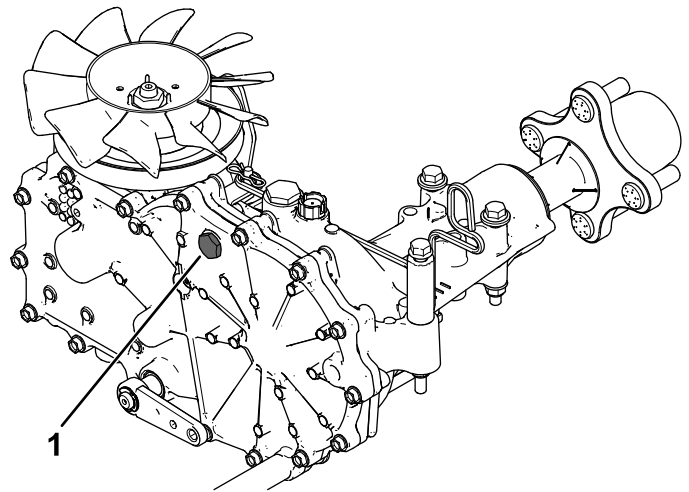
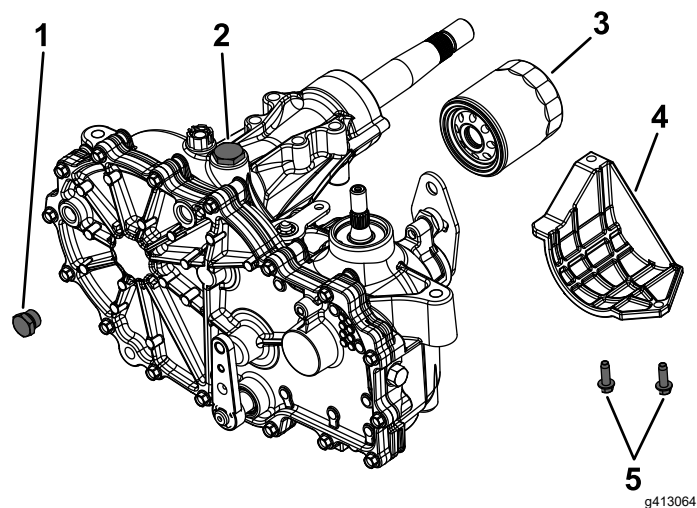

Figure 71
Figure 72
2. Retirez le bouchon de l'orifice supérieur de chaque boîte-pont et vérifiez que le liquide est visible au bas de chaque orifice supérieur (Figure 71).
Si nécessaire, versez du liquide hydraulique Toro® HYPR-OIL™ 500 dans l'orifice de remplissage jusqu'à ce que le liquide soit visible au bas de l'orifice supérieur de chaque boîte-pont (Figure 71 et Figure 72).
4. Localisez le filtre et les protections sur chaque transmission à boîte-pont (Figure 72).
5. Retirez les 3 vis qui fixent la protection du filtre et déposez la protection (Figure 72).
7. Retirez le bouchon de l'orifice supérieur (Figure 72) sur les boîtes-ponts gauche et droite avant de faire le plein d'huile.
9. Rebouchez l'orifice supérieur de chaque boîte-pont lorsque le niveau d'huile atteint cet orifice (Figure 72).